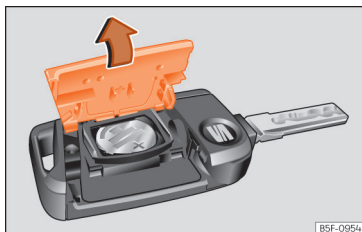

Fig. 79 Chave do veículo: abertura da tampa do compartimento da pilha.
- Retire a tampa na parte traseira da chave do veículo »»» **Fig. 79** na direção da seta »»» ❶.
- Coloque a tampa tal como se mostra »»» **Fig. 79** e pressione-a na carcaça da chave do veículo, no sentido contrário ao da seta, até que encaixe.